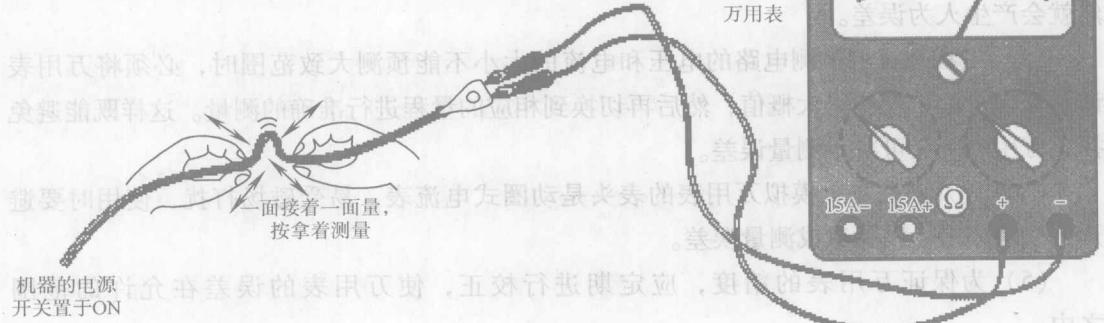

图 2-6 检查导线断路点
(5) 导线(电源线等)的检测 电动车维修过程中常常需要检查导线内部断路点的位置，由于导线外有绝缘皮，内有断裂的情况可用电阻档进行检查，检测导线的方法如图2-6所示。